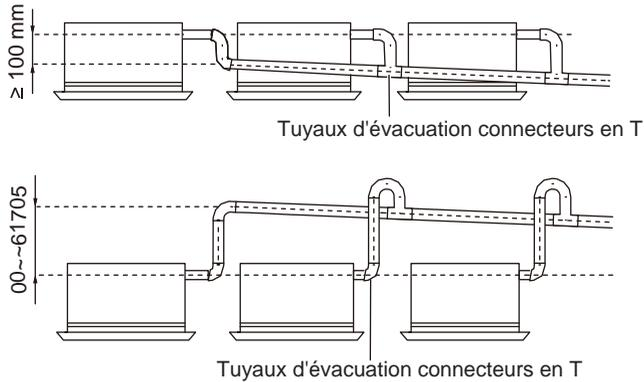

Fig.23
- (3). Après avoir relié plusieurs tuyaux d'évacuation, installez les tuyaux comme dans la Fig.23. Choisissez des tuyaux d'évacuation convergents dont la taille est adaptée à la capacité de l'unité (prenez par exemple l'unité de type cassette).